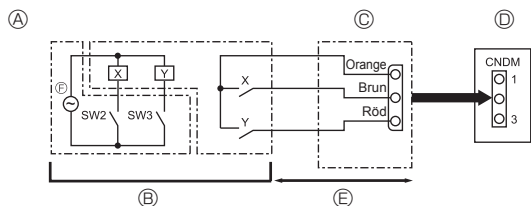

Fig. 9-2
9.2. Behovsfunktion (ändring på plats) (Fig. 9-2) (endast för luftkonditionering)